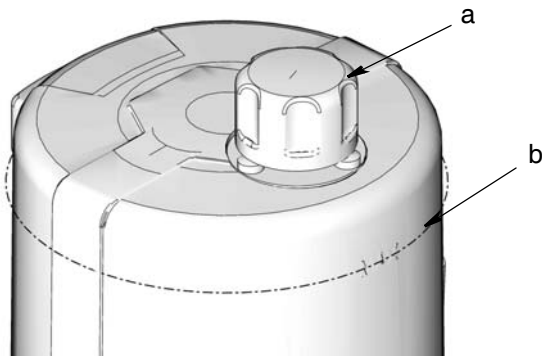

FIG. 19
- No llene en exceso (FIG. 19).